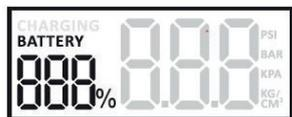

Fig.1
1. Appuyer sur n’importe quelle touche, l’écran LCD bleu s’allume et indique «Batterie XX%» (Fig.1) durant 30 secondes.